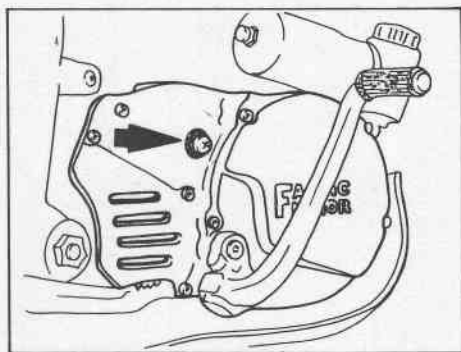

Fig. 41 - Vite di scarico - Liquido di raffreddamento
- rimuovere la vite di scarico (fig. 41) che sorge dal coperchio volano e lascia defluire il liquido fino a completo svuotamento dell'impianto;